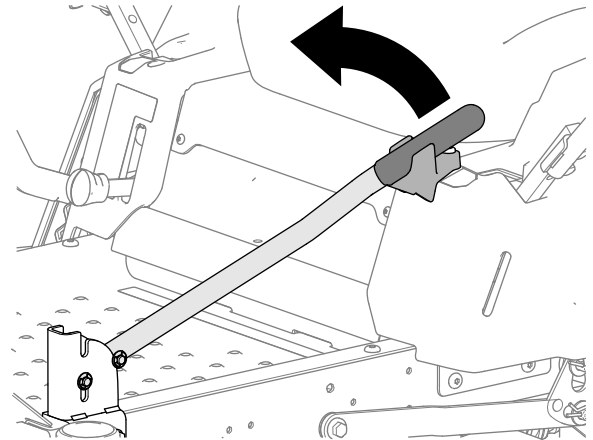

Figura 16
1. Levante el asidero como se muestra en la Figura 16.